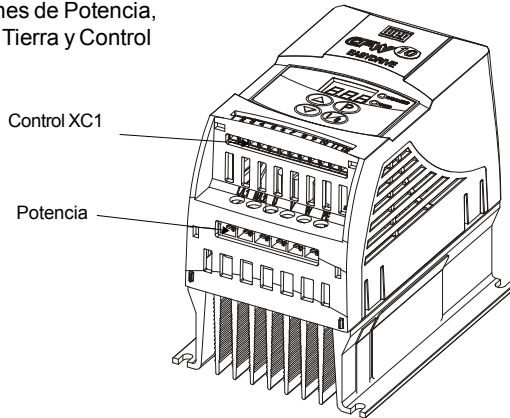

Figura 3.5 - Localización de las conexiones de potencia y control
- 3.2.5 Conexiones de Señal y Control Las conexiones de señal (entrada analógica) y control (entradas digitales y salida a relé) son hechas en el conector XC1 de la Tarjeta Electrónica de Control (ver posicionamiento en la figura 3.5).